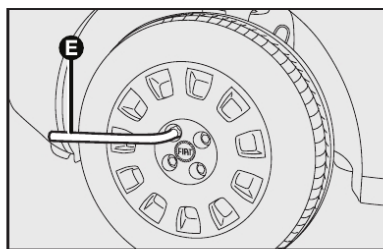

fig. 11
- Apertar os parafusos utilizando a chave de roda específica **E-fig. 11**.